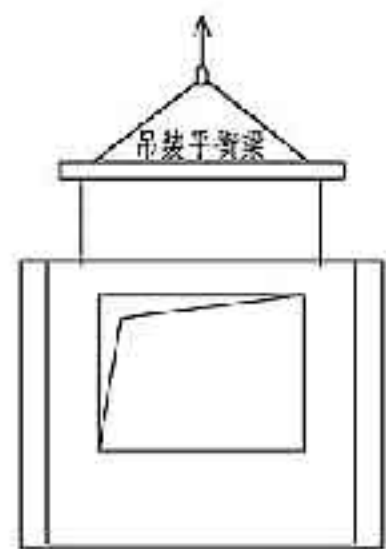
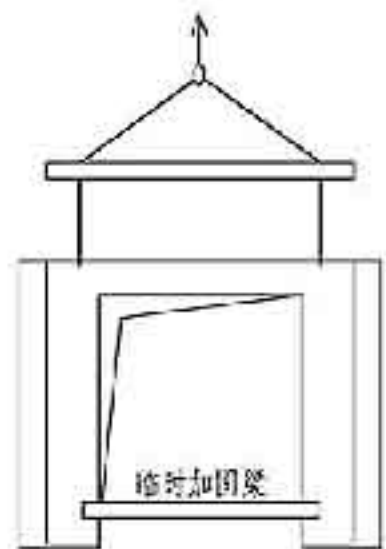

图6 预制外墙板吊装示意图
图7 WQM 临时加固示意图
8.7 预制构件应采用平衡梁垂直起吊(如图6所示)，对于带门洞预制外墙板(WQM)脱模、吊装、运输和安装过程中应对门下开洞处采取临时加固措施(如图7所示)，本图集模板图中MJ3为临时加固用螺母，加固件具体形式及连接方式由生产单位和施工单位按国家现行有关标准自行设计。